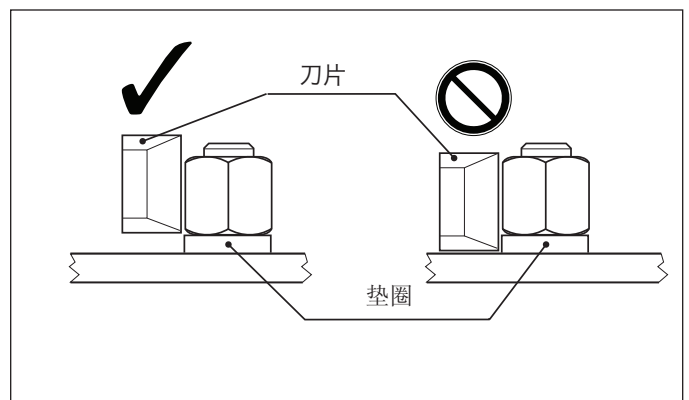

图 9, 刀片位置
7. 确保切割头的底面置于法兰上, 因为刀片必须尽可能靠近螺母的底部进行切割。不过, 如果螺母下有垫圈, 请将螺母劈开器定位在不会让切割刀片接触到垫圈的位置。见图 9。